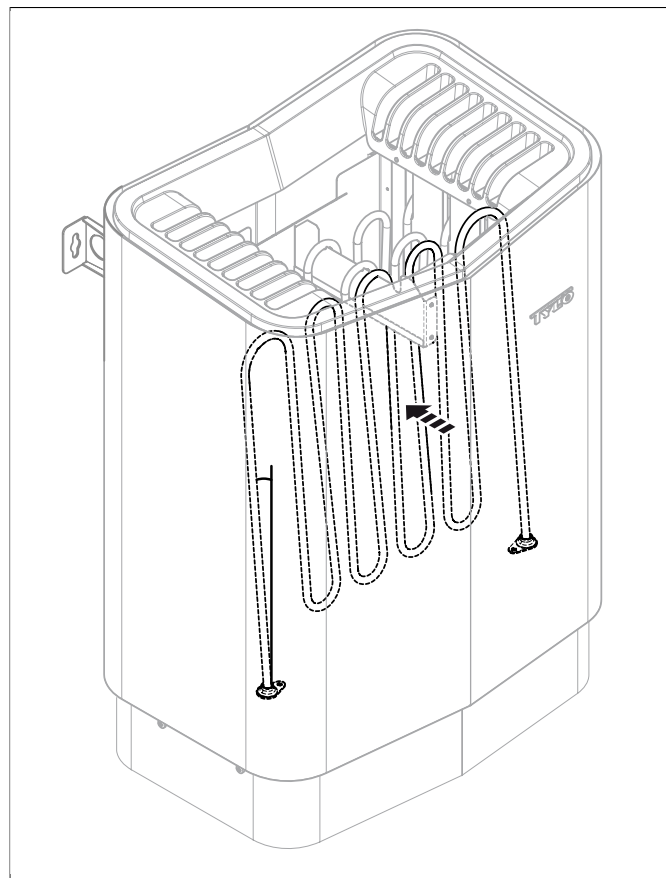

Abb. 7: Anwinkeln des Rohrelements
2. Winkeln Sie das Rohrelement an, um die Steine leichter entfernen zu können, siehe **Abb. 7**, Seite 4.